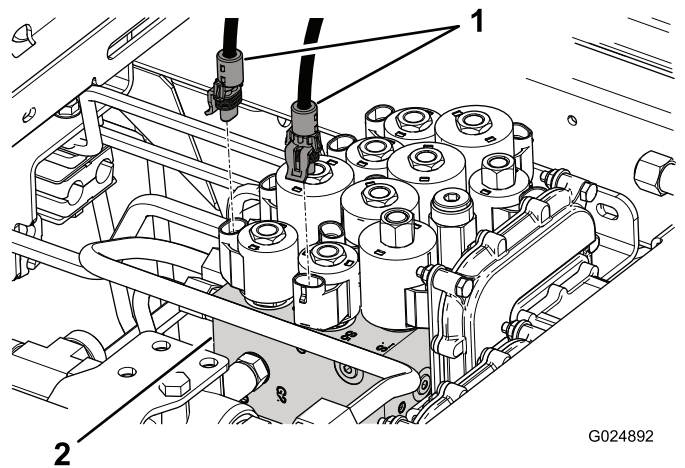

Figura 9
2. Desligue o conector elétrico do solenóide S5 no coletor de elevação (**Figura 9**) e ligue-o ao conector da cablagem de bloqueio da plataforma rotulada S5 HARNESS.
3. Ligue o conector na cablagem de bloqueio da plataforma rotulada S5 SOLENOID ao solenóide S5 no coletor de elevação (**Figura 9**).
4. Desligue o conector elétrico do solenóide S6 no coletor de elevação (**Figura 9**) e ligue-o ao conector da cablagem de bloqueio da plataforma rotulada S6 harness.